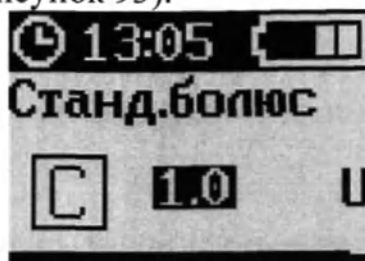

Рисунок 93 – Экран «СТАНД.БОЛЮС» (доза)
3. Нажать кнопку «ОК» (рисунок 93).